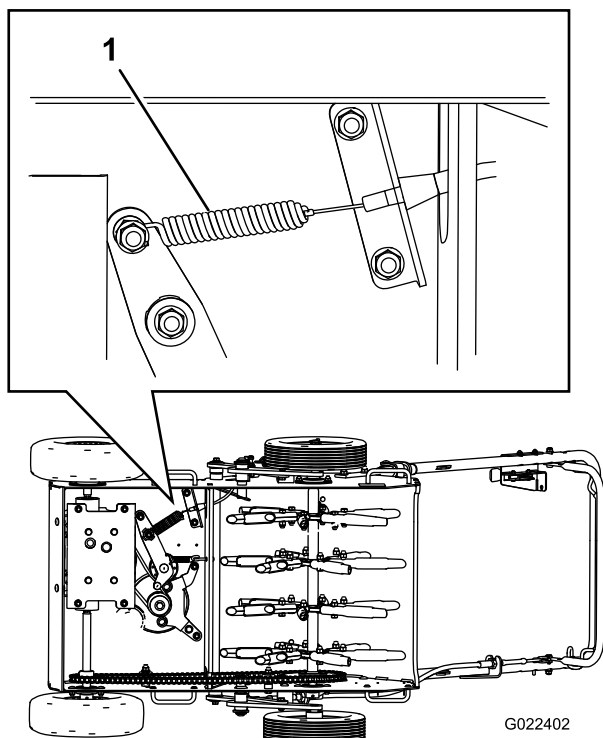

**Figura 34**
- A. Afloje la contratuerca (Figura 34) del cable de tracción.
B. Ajuste el acoplamiento del cable (Figura 34) 3 mm a la vez, hasta que el muelle del cable de tracción (Figura 35) se haya extendido unos 10 mm desde la posición original (destensado).
Para aumentar la tensión de las correas, gire el acoplamiento en sentido horario, para dejar expuesta una longitud de rosca **mayor**. Para reducir la tensión de las correas, gire el acoplamiento en sentido horario, para dejar expuesta una longitud de rosca **menor** (Figura 34).